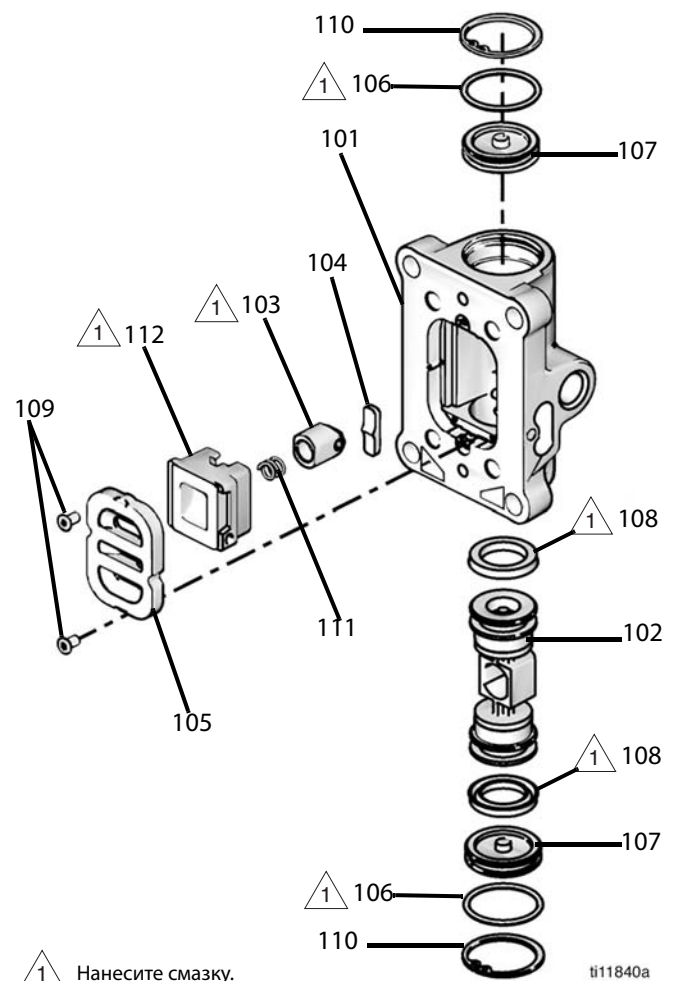

Рис. 5
4. Удалите стопорные кольца (110) с каждого конца (Рис. 5).
5. Используя поршень, снимите с каждого конца торцевые крышки (107) (Рис. 5).
6. Извлеките уплотнительные кольца торцевой крышки (106) (Рис. 5).
7. Удалите поршень (102) (Рис. 5).
8. Удалите u-образные уплотнения (108) с каждого конца (Рис. 5).
9. Извлеките стопорный узел (103) и стопорный кулачок (104) из центральной части (Рис. 5).